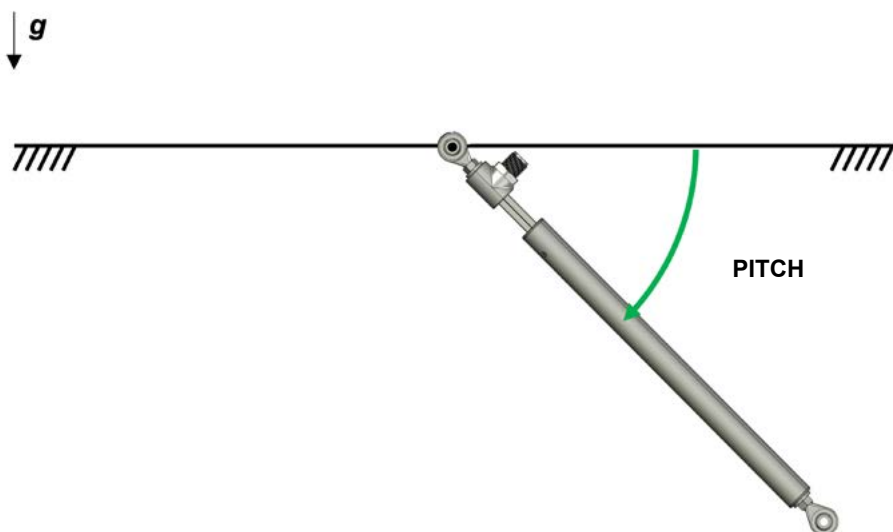

Figura 14. Pitch a 45 gradi
- **PITCH:** la Figura 14 e la Traccia 4 mostrano rispettivamente la posizione meccanica del sensore e del PDO1, che contiene la misura di pitch associata.